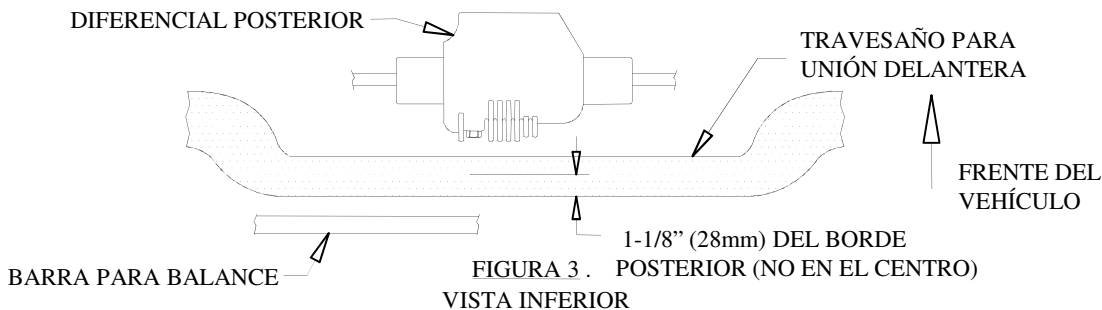

FIGURA 3 . VISTA INFERIOR
3. MIDA 1-1/8" HACIA ADELANTE DESDE EL BORDE POSTERIOR DEL TRAVESAÑO DELANTERO Y MARQUE UNA LÍNEA CERCA DEL CENTRO COMO SE MUESTRA EN LA FIGURA 3. (LA LÍNEA NO SE CENTRA EN EL TRAVESAÑO)